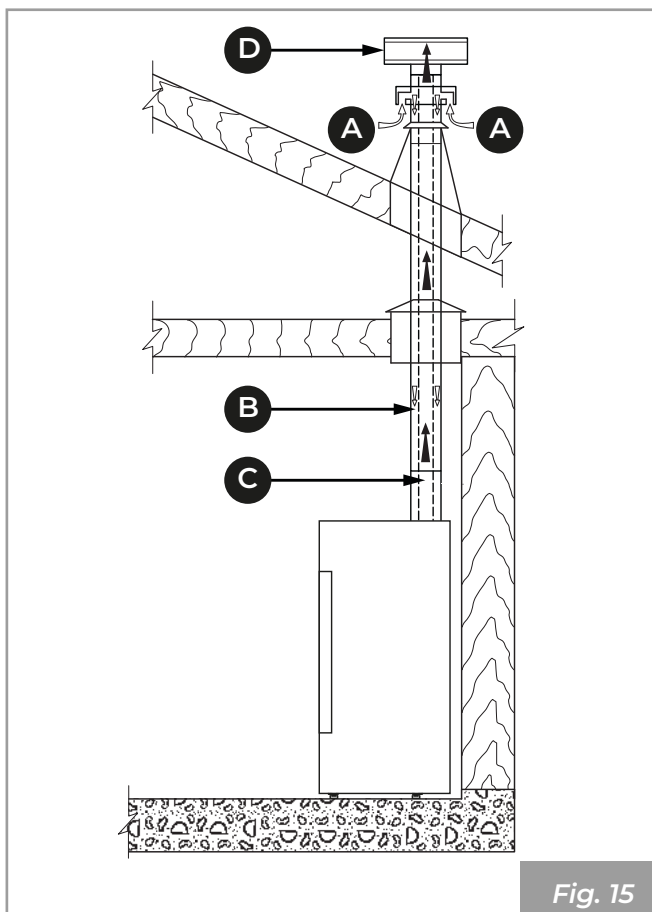
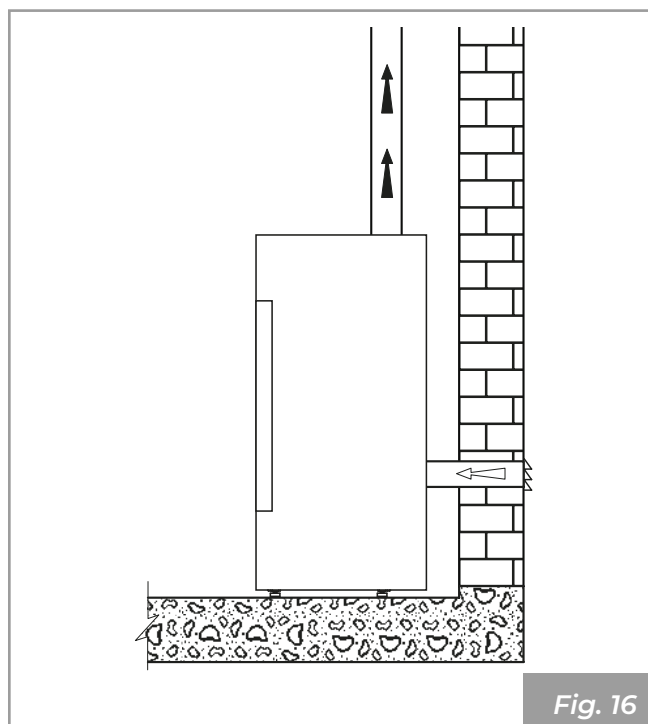

Fig. 15
Fig. 16
- provenire direttamente dall'esterno con collegamento diretto alla camera di combustione (**Fig. 15 - Fig. 16**).
- canalizzare l'aria comburente sfruttando un tubo di scarico coassiale per l'espulsione dei fumi e il prelevamento dell'aria (**Fig. 15 - A, B = Ingresso aria, C, D = Uscita fumi**); pertanto non è necessario fare una classica presa d'aria nel locale.
- collegare l'ingresso dell'aria comburente dell'apparecchio alla presa d'aria con un apposito condotto (**Fig. 16**).